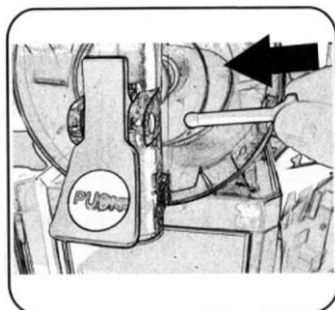

Рис. 42
6. Поместить крепежной стержень ручки, как показано на рис. 42.